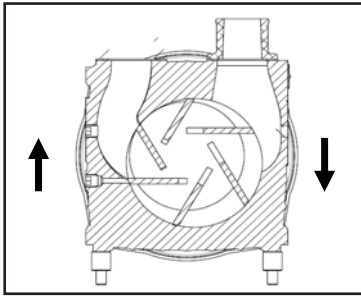

Figure 3 - Rotation
3. Assurez-vous que le compresseur tourne dans la direction des flèches moulées sur le corps ; voir la figure 3.